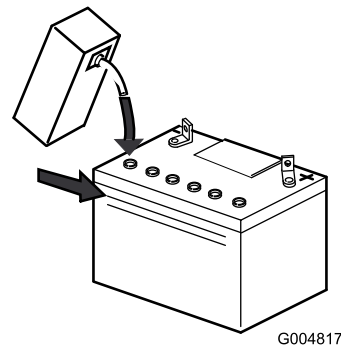

Bild 4
4. Gießen Sie langsam Batteriesäure in jede Batteriezelle, bis der Säurestand die obere Linie (Bild 4) am Batteriegehäuse erreicht.